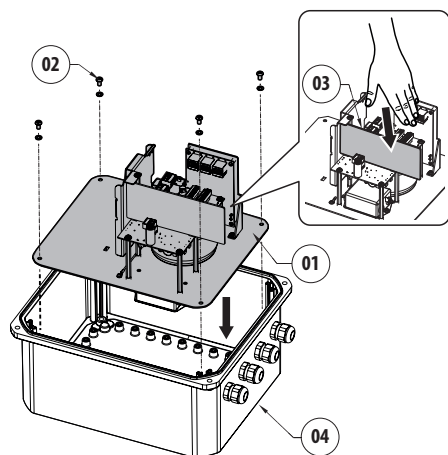

Fig. 9
Una volta effettuata la foratura desiderata, montare i pressacavi (non forniti in dotazione) e afferrando la piastra di divisione scheda (03) reinserire il blocco interno (01) nella cassetta (04). Fissare la piastra di supporto del blocco interno (01) con le viti precedentemente rimosse (02) (Fig. 9, pagina 12).